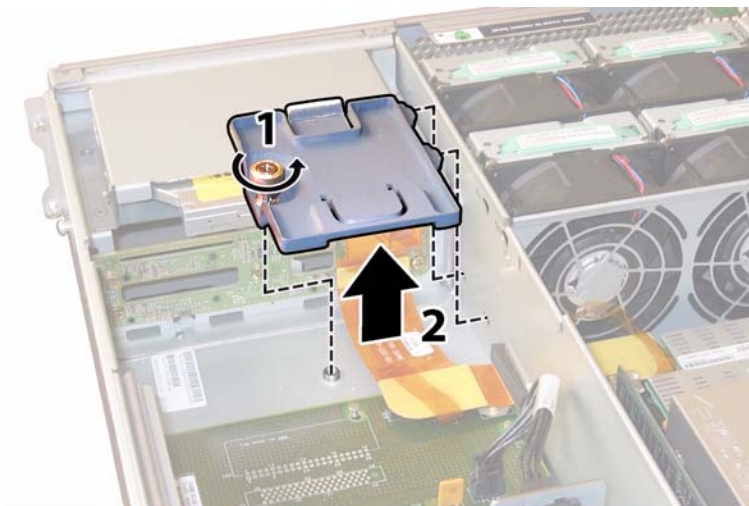

図 4-49 フレックスケーブルリテーナの取り外し
11. フレックスケーブルのリテーナを固定しているバネ式チョウネジを緩め、シャーシからリテーナを取り外します。図 4-49 を参照してください。